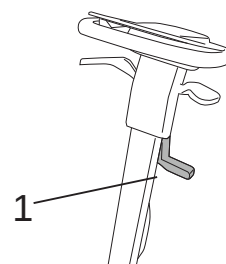

Fig.5
- Løft sugenalene ved hjelp av spaken (fig. 5 - ref. 1).